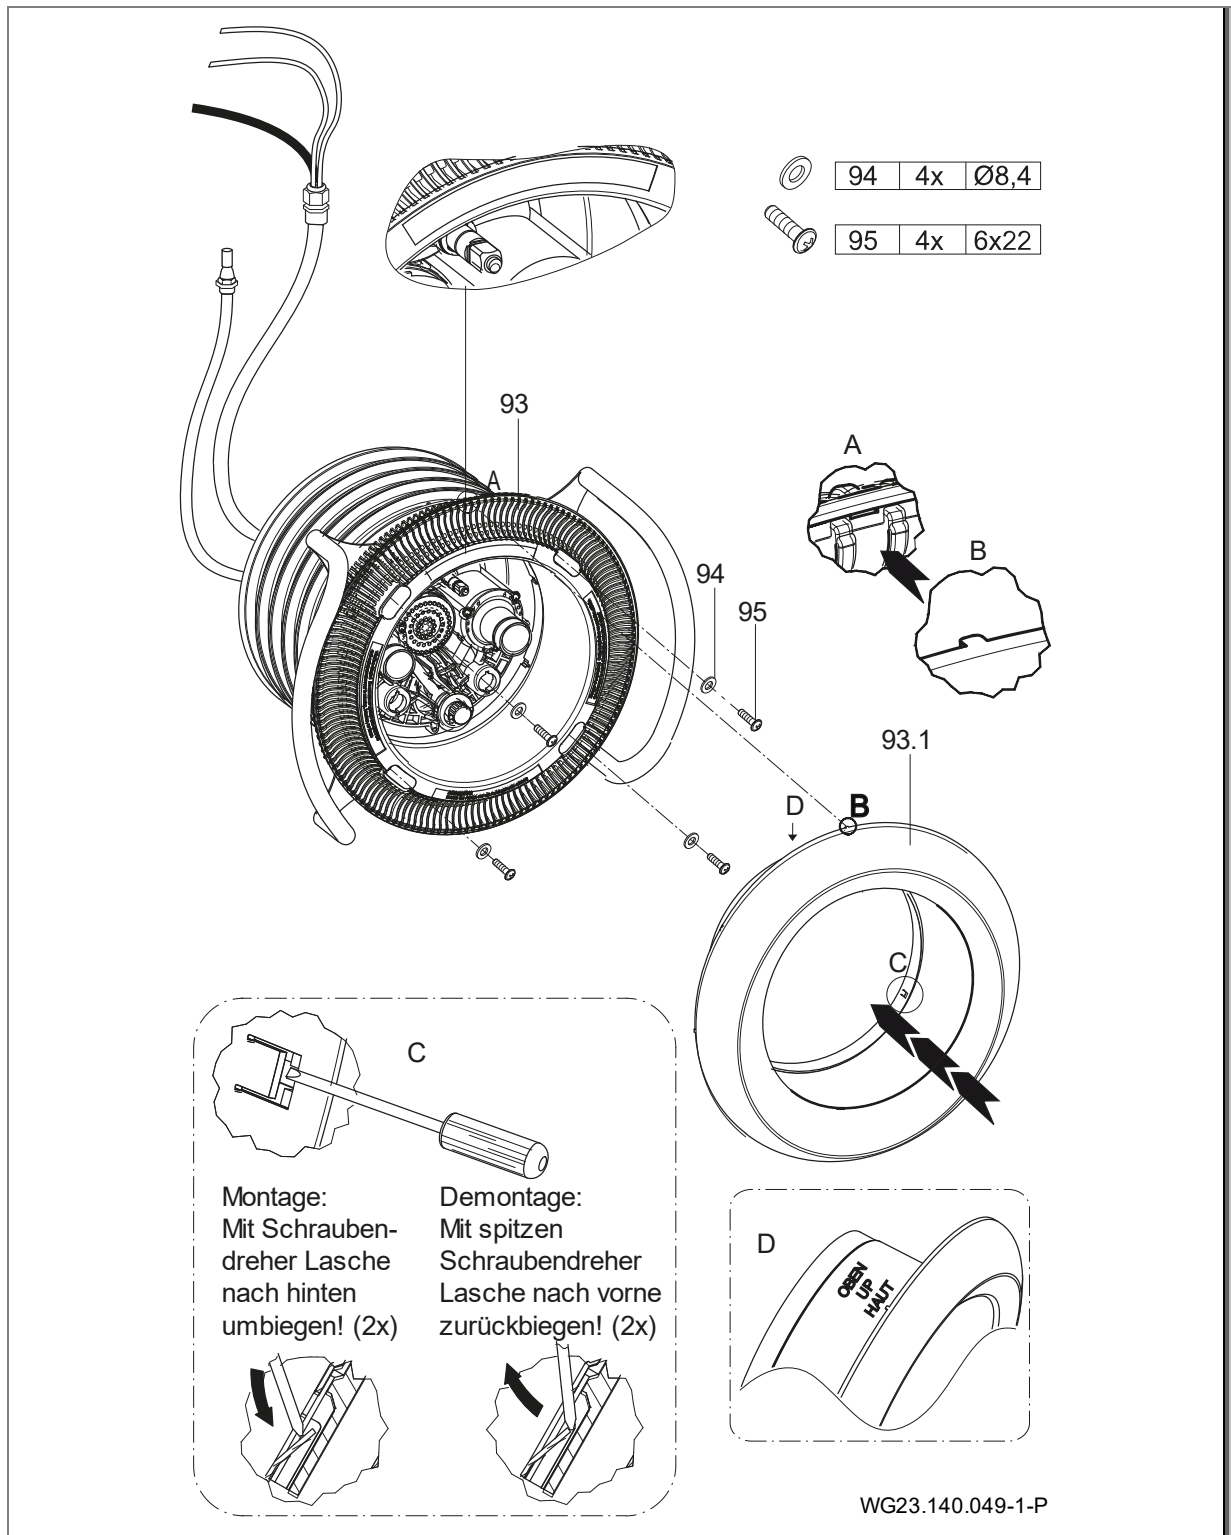

Abb. 19
7. Düsengehäuse (102.1) am Einbaugehäuse (1) ausrichten und mit den zehn vormontierten Schneidschrauben (61) befestigen. (Abb. 19)
9. Ansaugblende (93) auf dem Spannring (28) ansetzen und mit vier Unterlegscheiben (94) und vier Schneidschrauben (95) befestigen. (Abb. 19)
10. Edelstahlblende (93.1) mit vorstehenden Zentriernoppen auf den vorhandenen Aussparungen der Ansaugblende (93) ausrichten und von Hand aneinanderpressen. Markierung "OBEN" auf der Edelstahlblende beachten. Zur Arretierung der Blende die zwei seitlichen Biegeflaschen mit einem Schraubendreher nach hinten umbiegen. (Abb. 19)